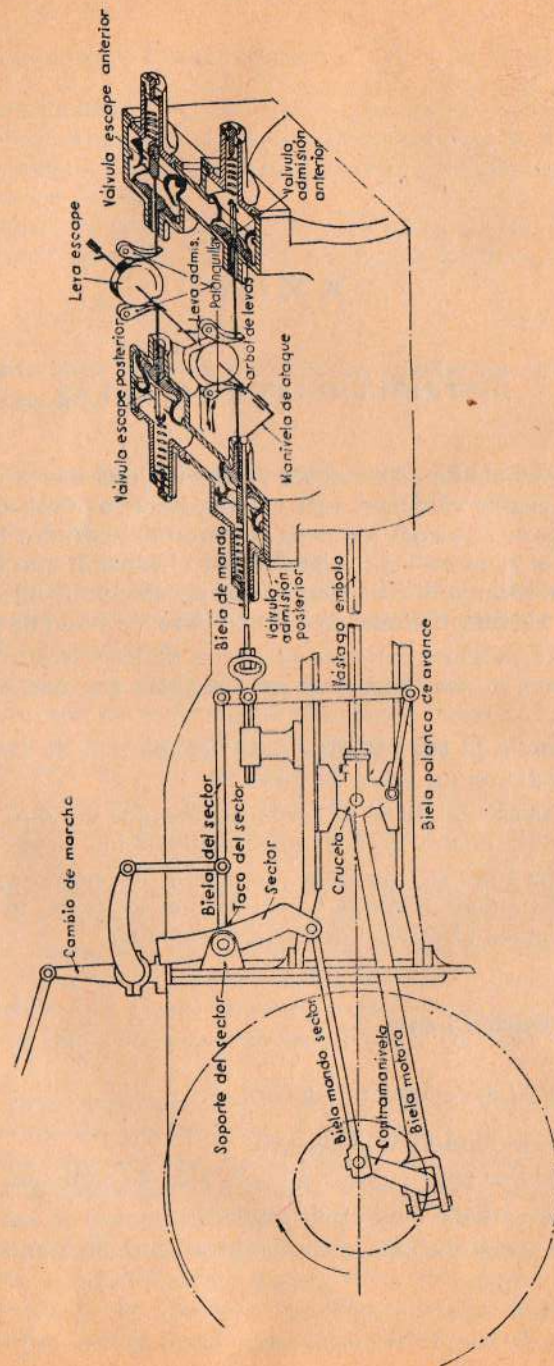

Fig. 75
*Conjunto de la distribución* (fig. 75).